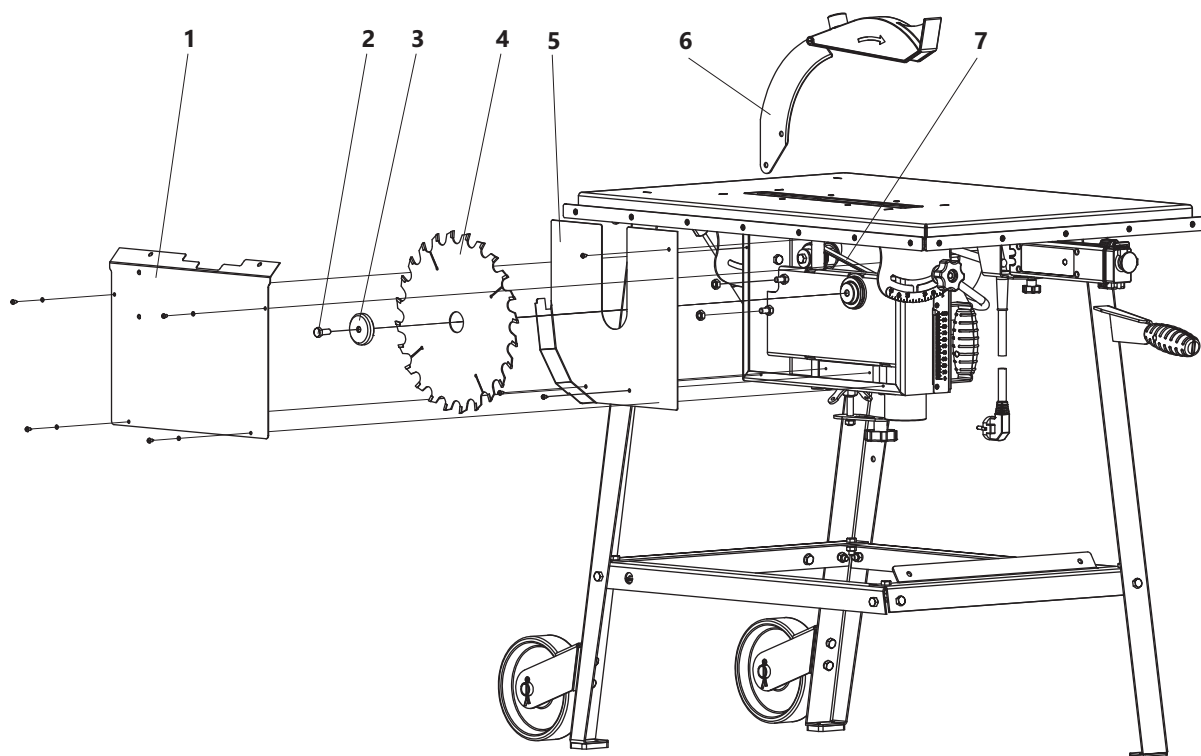

Рисунок 11. Установка приводного ремня
- снять кожу 5 (рис. 11);
### 8.2 Замена приводного ремня (рис. 11)